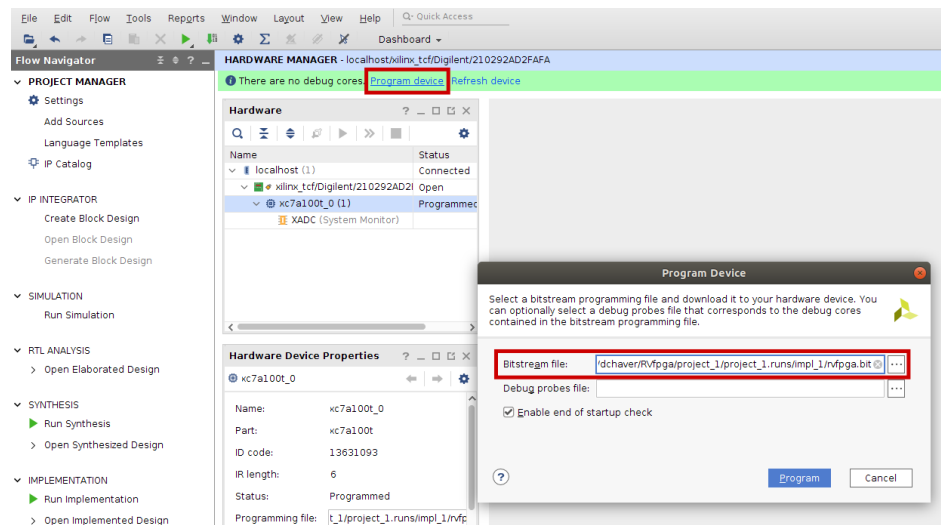

Figura 113. Programación del dispositivo
- g. **Figura 113.** Ahora cargará RVfpgaNexys en la FPGA. En la nueva ventana, seleccione el archivo *Bitstream* de `[RVfpgaPath]/RVfpga/src/rvfpganexys.bit`. Haga clic en *Program*.